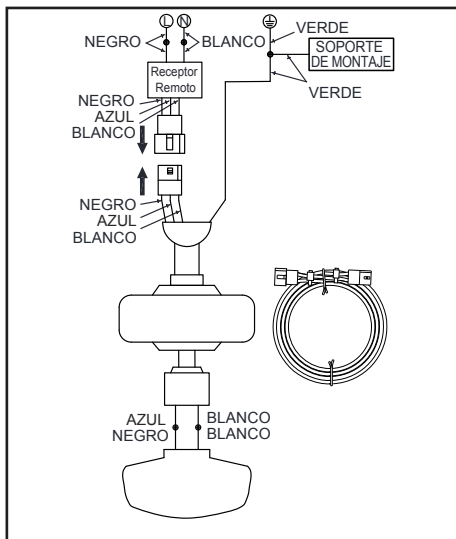

Figura 11
1. Si usas el ensamblaje de tubo bajante/esfera de 6 plg (15.2 cm) incluido, conecta los cables del receptor a los cables del ventilador uniéndolo con el enchufe del adaptador moldeado del receptor con el adaptador moldeado del conjunto del motor del ventilador. (Figura 11)